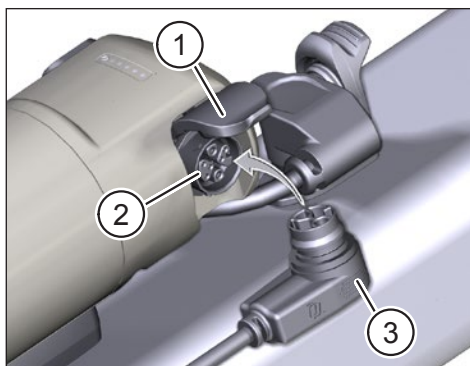

Fig. 3: Caricare il Range Extender
- ▶ Aprire il coperchio (punto 1 in Fig. 3) della presa di ricarica del range extender.
- ▶ Controllare che i contatti nella presa di ricarica (punto 2 in Fig. 3) siano privi di sporcizia e pulirli se necessario.
- ▶ Inserire la spina di ricarica (punto 3 in Fig. 3) del Charger nella presa di ricarica del range extender.